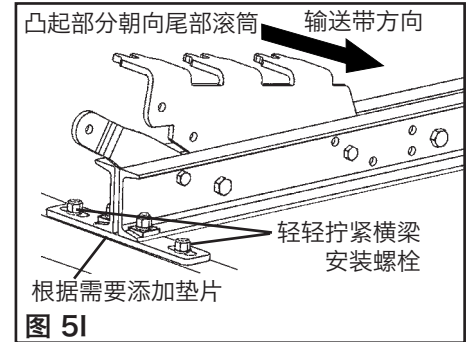

图 5I
**5I. 安装通道横梁。**将所有通道横梁放到输送机机架上，使翼板上的翼板片朝向尾部滚筒，与步骤 3 中的安装孔对齐。插入通道横梁安装螺栓并轻轻拧紧（图 5I）。根据需要在安装板下放置垫片。检查主动惰轮与从动惰轮的中央托辊高度。